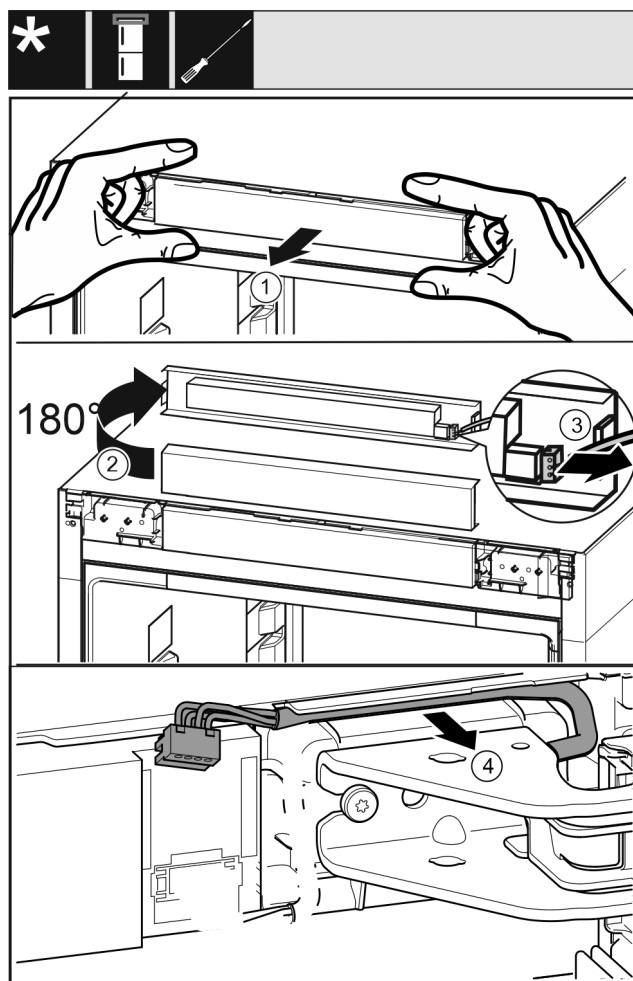

Fig. 21
- ▶ 小心地向前松开控制面板 Fig. 21 (1)。
- ▶ 将控制面板 Fig. 21 (2) 向上旋转 180°。
- ▶ 向后按住止动凸缘 Fig. 21 (3)，并小心地拉出插头。
- ▶ 将托架上方电缆 Fig. 21 (4) 小心地从导向装置上松开。